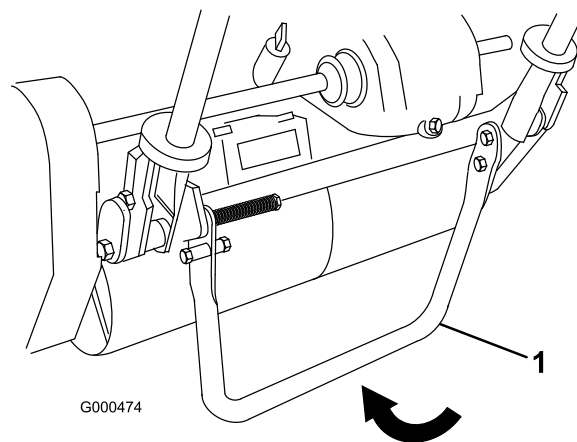

Bild 16
1. Treten Sie den Ständer mit dem Fuß nach unten und ziehen Sie den Griff nach oben, bis sich der Ständer nach vorne über der Mitte gedreht hat (Bild 16).